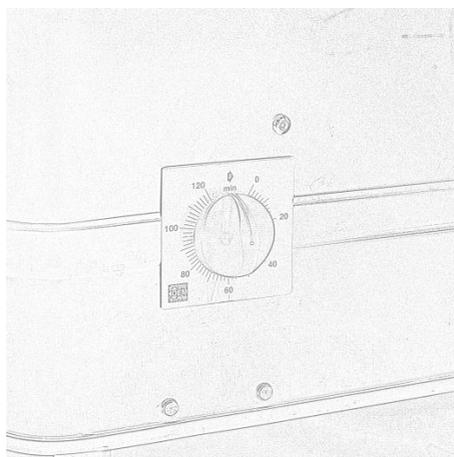

Рисунок 4
3. Прибор включится, когда вы повернете и установите ручку таймера в нужный вам режим (Рисунок 4).